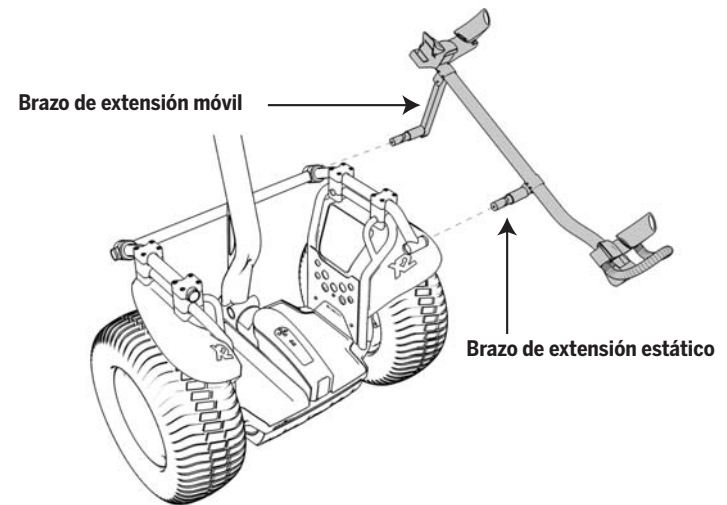

**Figura 2a.** Cómo instalar la barra de soporte delantera
3. Instale la barra de soporte delantera en las barras de soporte lateral utilizando los casquetes extremos de la barra de soporte delantera. Consulte la figura 2b. Acople los (2) bujes de soporte delantero en la barra de soporte delantera para alinearlos con los casquetes extremos. Consulte la figura 2a. Rosque ligeramente los (2) fijadores de 35 mm en cada casquete extremo. Consulte las figuras 2a y 2b. Asegúrese de que la barra de soporte delantera se traslape lo mismo en cada extremo del casquete extremo. Con una llave hexagonal de 5 mm, apriete los fijadores de 35 mm aplicando 8 N-m (5,9 pies-lbf) para fijar la barra de soporte delantera en su lugar.